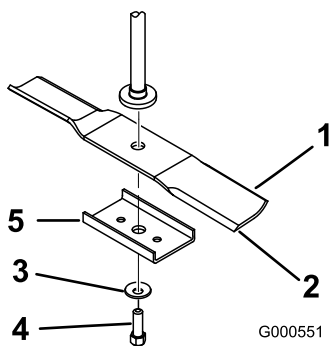
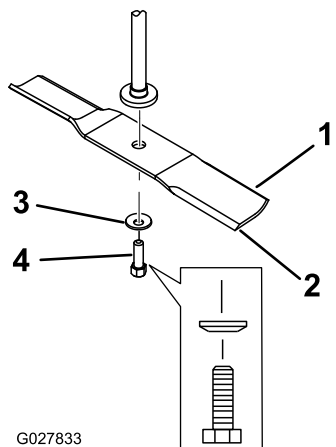

Figura 61
Figura 62
2. Togliete il rinforzo della lama (solo piatti da 81 cm), il bullone della lama, la rondella curva e la lama dall'asse del fusello (**Figura 61** e **Figura 62**).
1. Montate la lama sull'asse del fusello (Figura 62).
2. Montate il rinforzo della lama (solo piatti da 81 cm), la rondella curva (lato concavo verso la lama) e il bullone della lama (Figura 62).